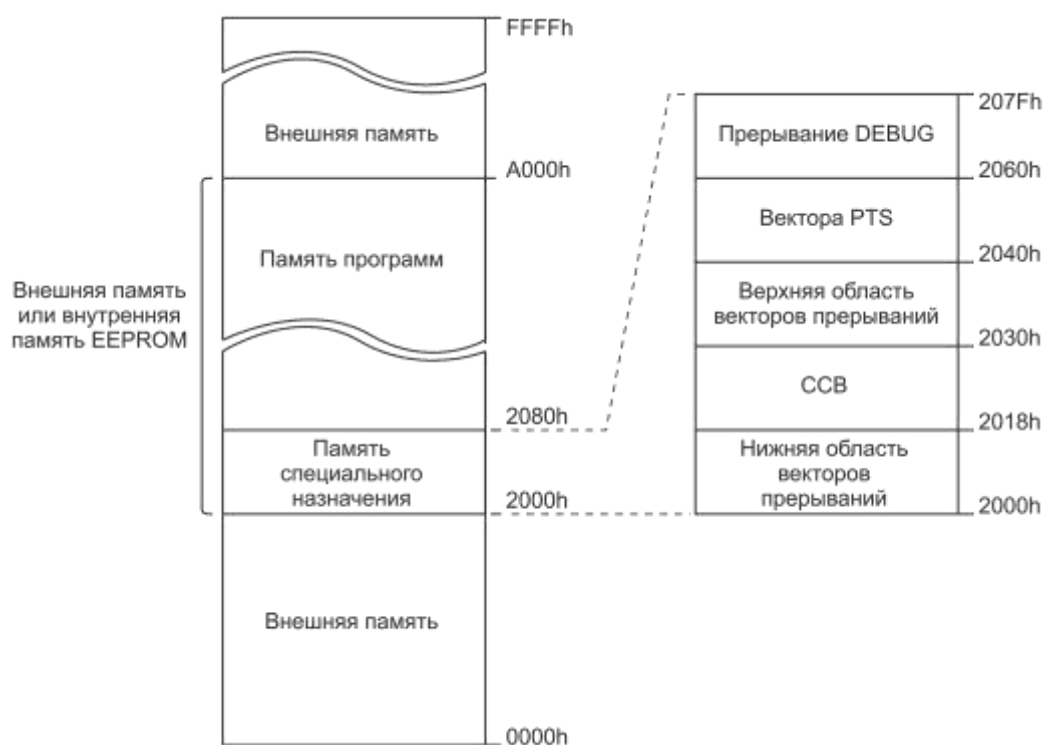

Рисунок 5.2 – Карта адресов памяти для команд
Программная память и память специального назначения занимают раздел памяти 32 Кбайт (рисунок 5.2 и таблица 5.2), который может постоянно располагаться либо во внутренней EEPROM, либо во внешней памяти. Эта область является общей для команд и данных в случае работы ИС в режиме включенного ПЗУ, что позволяет программировать ПЗУ путем записи нужных данных в нужные ячейки.
Память специального назначения расположена по адресам 2000h – 207Fh (см. рисунок 5.2). Она содержит несколько зарезервированных ячеек памяти, векторы для периферийного сервера PTS и стандартных прерываний. В таблице 5.3 приведен список адресов памяти специального назначения а также начальные и конечные адреса.
Регистровый файл разделён на верхний и нижний регистровые файлы (см. рисунок 5.2). Верхний регистровый файл содержит регистровое ОЗУ общего назначения. Нижний регистровый файл содержит регистровое ОЗУ общего назначения, указатель стека (SP) и регистры специальных функций (SFR). В таблице 5.4 приведены начальные и конечные адреса.